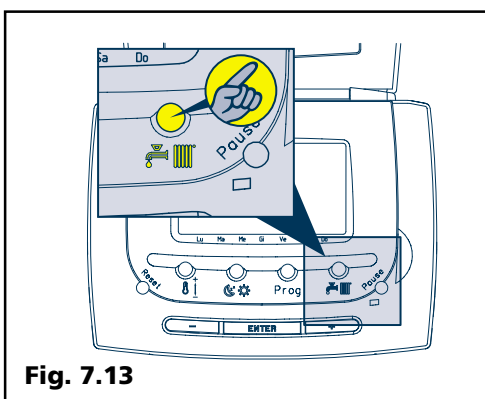
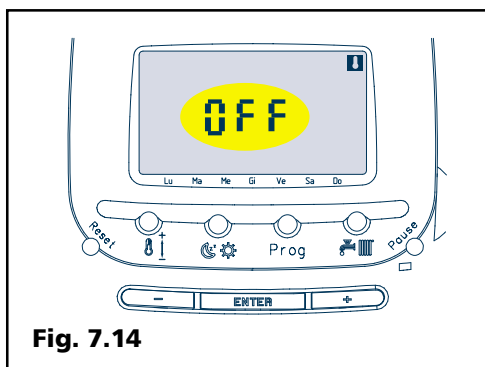

Fig. 7.13
Fig. 7.14
- premere il tasto "☰" (fig. 7.13) fino a quando compare la scritta OFF (fig. 7.14);